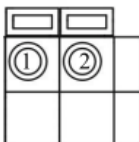

Рисунок 10 – Клеммы порта «Сухой контакт».
Порт «Сухой контакт» реализован на нормально разомкнутом контакте электромеханического реле. Цепи «Сухого контакта» выведены на клеммы (рисунок 10). Реле переключает «Сухой контакт» в замкнутое положение при обнаружении пробоя изоляции или ошибки заземления. Пользователь может использовать его для выдачи звуковых или визуальных сигналов тревоги. Данное реле позволяет коммутировать следующие токи: до 0,25А при U=250В (AC), до 0,5А при U=125В (AC) до 2А при U=30В (DC).